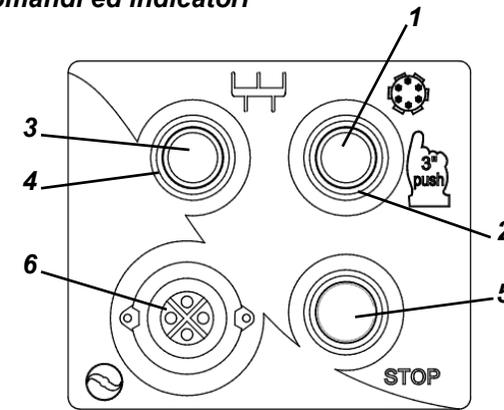

Fig. 3.1.1
3. Avviare la macchina in modalità impastatrice tramite il pulsante "3" (fig 3.1.1)
2. Avviare la macchina in modalità trafilatrice tramite il pulsante 1 (fig 3.1.1)
5.2 - Verifica efficienza del pulsante di arresto (fig. 3.1.1)
5.3 - Avviamento della macchina (fig. 3.1.1)
Per avviare la macchina, basta premere il pulsante di trafilazione (1) o miscelamento (3) Fig. 3.1.1, dopo aver collegato correttamente la spina alla presa della corrente elettrica e la macchina si aziona.
5.4 - Arresto della macchina (fig. 3.1.1)
Per arrestare la macchina, premere il pulsante di arresto, "5" Fig. 3.1.1.